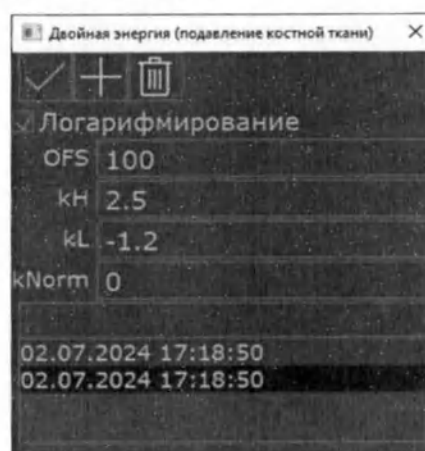

Рис. 130 Внешний вид окна "Двойная энергия (подавление костной ткани)"
- Откроется окно реконструкции (Рис. 130 Внешний вид окна "Двойная энергия (подавление костной ткани)");